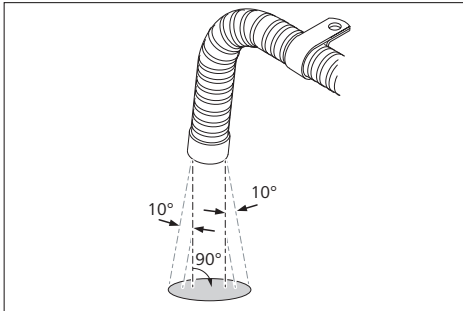

Abb. 21: Einbaulage des Abgasauslasses
- ▶ Abgasleitung maximal 150 mm vor dem Abgasauslass befestigen, so dass die Abgase in einem Winkel von $90^\circ \pm 10^\circ$ zum Boden austreten. Siehe Abb. 21.